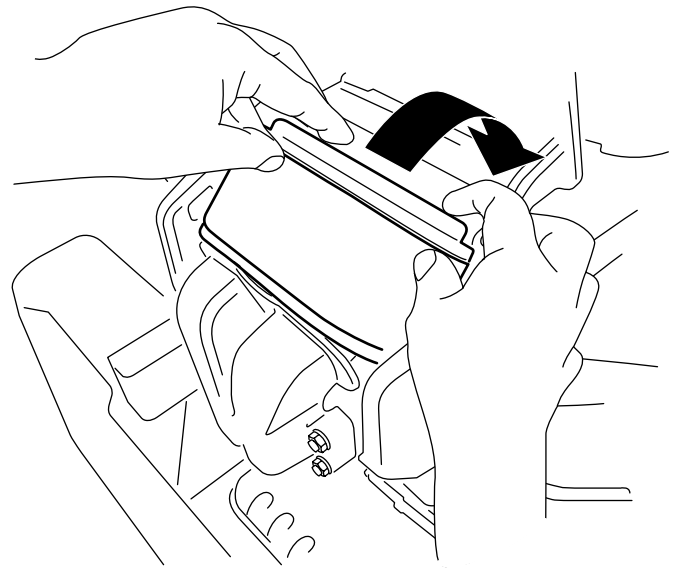

Figura 36
3. Introduzca el filtro en la cámara, girándolo para asentarlos correctamente contra el colector (Figura 36).